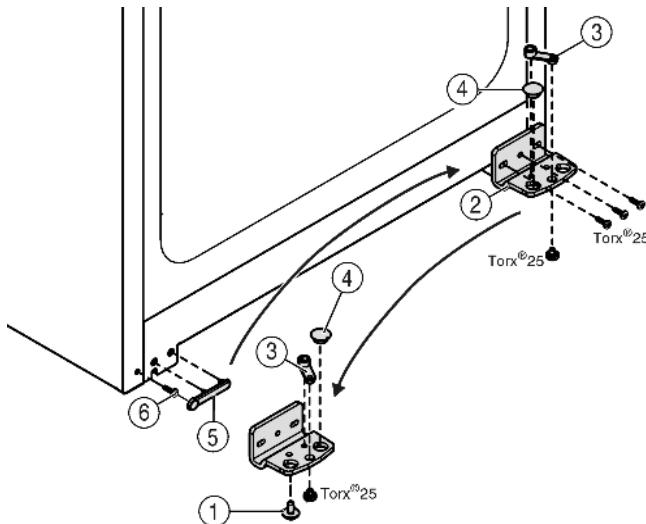

Fig. 6
- Опорный палец Fig. 5 (21) можно извлечь из опорного кронштейна Fig. 6 (2).
- Открутите опорный кронштейн Fig. 6 (2).
- Открутите опорную деталь Fig. 6 (3) и, переставив в отверстие на противоположной стороне опорного кронштейна, снова прикрутите.
- Извлеките заглушку Fig. 6 (4) из опорного кронштейна и переставьте ее в отверстие на противоположной стороне опорного кронштейна.
- Осторожно снимите крышку со стороны ручки Fig. 6 (5).
- Выкрутите болт Fig. 6 (6) и вкрутите на противоположной стороне.
- Снова установите крышку Fig. 6 (5).
- Снова прикрутите опорный кронштейн Fig. 6 (2) на новой стороне шарнира (**с моментом 4 Нм**). При необходимости используйте аккумуляторный шуруповерт.